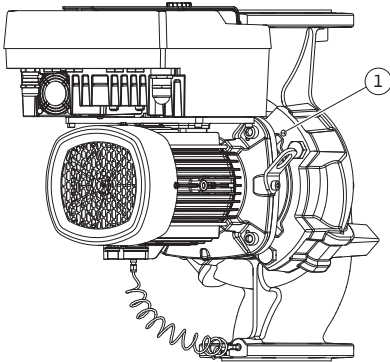
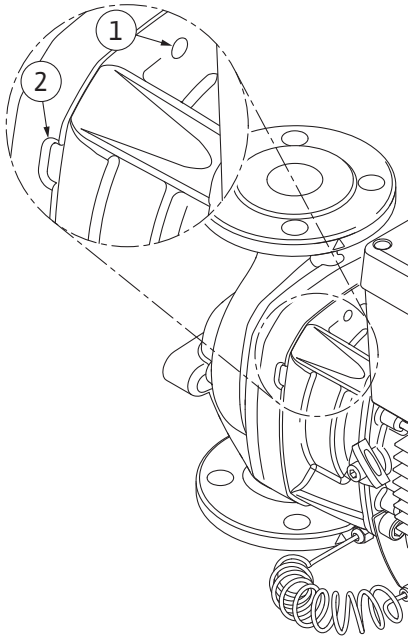

Fig. 104: Moottori-juoksupyöräyksikön painaminen ulos kierrereikien kautta
Fig. 105: Kierreaukot ja lovet, joita käytetään moottori-juoksupyöräyksikön irrottamiseen pumpun pesästä
11. Avaa ruuvi (Fig. I/III, pos. 10, Fig. II/IV, pos. 29), joka pitää kiinni paine-eroanturin kiinnityslevyn. Jätä paine-eroanturi (Fig. I, pos. 8) kiinnityslevyineen roikkumaan paineenmittausjohtoihin (Fig. I, pos. 7). Irrota DDG-paine-eroanturin liitäntäkaapeli elektroniikkamoduulista tai löysää ja vedä se pois pistoliitännästä.
12. Avaa pumpputyypissä (Fig. III, IV) ruuvit, pos. 29. Käytä niiden vieressä olevia kahta kierrereikää (Fig. 104, pos. 1) ja sopivia, asiakkaan hankkimia ruuveja (esim. M10 x 25 mm). Paina moottori-juoksupyöräyksikkö irti pumpun pesästä. Käytä pumpputyypissä (Fig. I ja Fig. II) kahta kierrereikää M10 (katso Fig. 105) ja sopivia, asiakkaan hankkimia ruuveja (esim. M10 x 20 mm). Irti painamiseen voidaan käyttää myös uria (Fig. 105, pos. 2). Käytä esim. kahta ruuvimeisseliä vipuina. Kun moottori-juoksupyöräyksikköä on painettu irti n. 15 mm, moottori-juoksupyöräyksikkö ei enää ole pumpun pesässä.